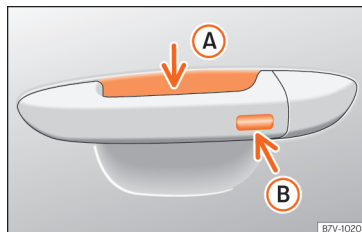

Рис. 52 Зовнішня ручка дверей: тактильні датчики.
»» рис. 52
- Торкніться тактильного датчика »» рис. 52 Ⓑ на зовнішньому боці ручки дверей. Показники повороту блимають один раз.
• Упродовж 5 секунд торкніться тактильного датчика на зовнішньому боці ручки дверей >>> **рис. 52 (Б)**. Але не беріться за ручку рукою! Система безключового доступу тимчасово відключається.
Комфортне закривання всіх електричних склопідйомників і люка: кілька секунд тримайте палець на тактильному датчику >>> **рис. 52 (Б)** на ручці дверей, доки вікна й люк закриються до кінця.